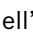

Fig. 51
- ▶ Riportare il blocco ciclo sull'etichetta adesiva fornita a corredo «Impostazioni della Heatronic» (→ fig. 51).
- ▶ Riportare la temperatura massima di mandata impostata sull'etichetta adesiva fornita a corredo «Impostazioni della Heatronic» (→ fig. 51).
- ▶ Riportare gli intervalli impostati di accensione e spegnimento in funzione della temperatura sull'etichetta adesiva fornita a corredo «Impostazioni della Heatronic», (→ fig. 51).